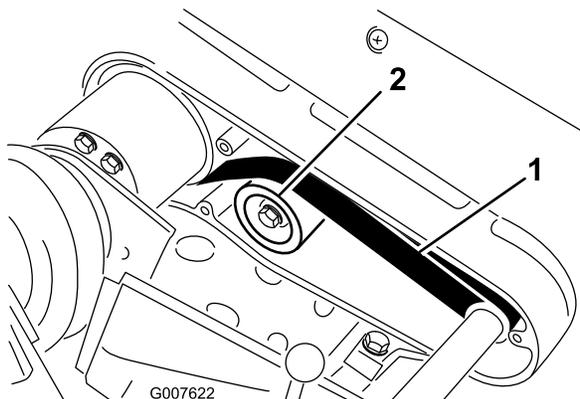

Figura 38
2. Verifique a tensão pressionando a correia a meio curso entre as polias (Figura 38) com uma força de 22 a 26 N.
A. Desaperte a porca de montagem da polia intermédia e incline-a para o lado de trás da correia até que obtenha a tensão desejada da correia (Figura 38).